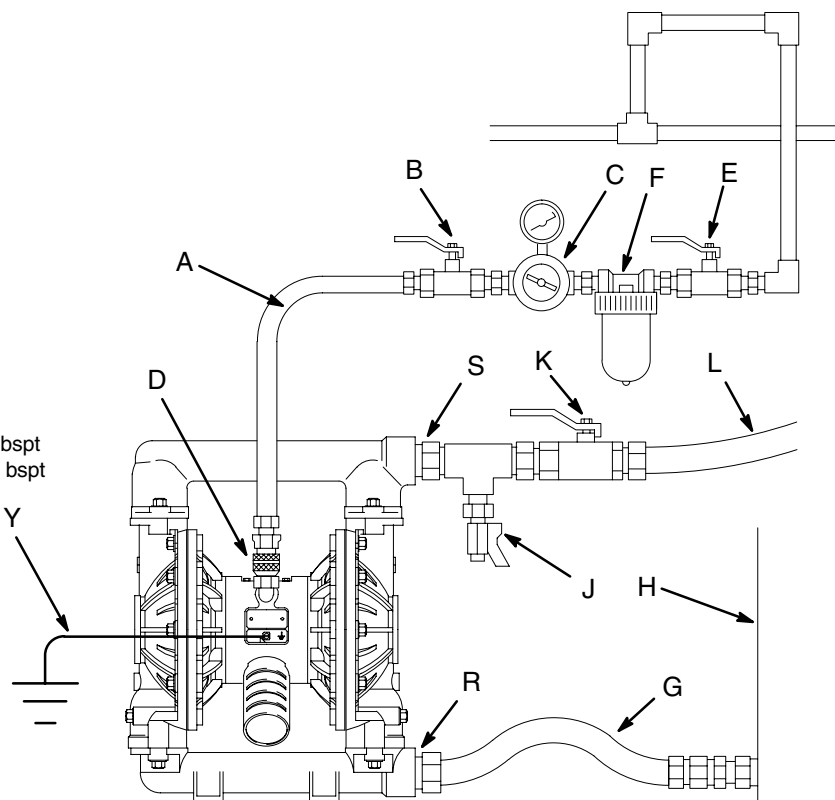
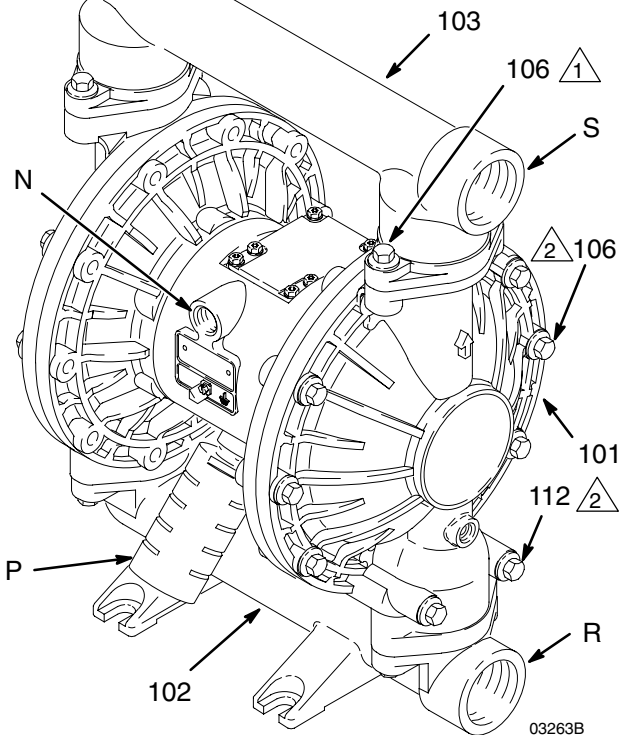

Fig. 2
Fig. 3
1. L'installation type illustrée dans la Fig. 2 est une simple indication pour vous aider à choisir et installer les éléments composant le système. Contactez le service clients de VERDER qui vous aidera à concevoir un système répondant à vos besoins.
4. Soulevez la pompe en tenant fermement le collecteur de sortie (1). Consultez la Fig. 3, page 7.
Une vanne d'air principale de type purge (B) est nécessaire dans votre système afin de libérer l'air emprisonné entre cette vanne et la pompe. Cet air prisonnier peut provoquer le fonctionnement inattendu de la pompe, provoquant ainsi des blessures graves, y compris des projections dans les yeux ou sur la peau, des blessures dues à des pièces en mouvement ou une intoxication due aux produits dangereux. Consultez la Fig. 2.
1. Installez les accessoires de la conduite d'air comme indiqué dans la Fig. 2. Fixez ces accessoires au mur ou sur un support. Assurez-vous que la conduite d'air qui alimente les accessoires est mise à la terre.
- a. Installez un régulateur d'air (C) et un manomètre afin de contrôler la pression du fluide. La pression de sortie du fluide sera identique au paramètre du régulateur d'air.
- b. Localisez une vanne d'air principale de type purge (B) à proximité de la pompe et utilisez-la pour relâcher l'air emprisonné. Consultez l'**avertissement** ci-dessus. Localisez l'autre vanne d'air principale (E) en amont de tous les accessoires de la conduite d'air et utilisez-la pour les isoler pendant les opérations de nettoyage et de réparation.
- c. Le filtre de la conduite d'air (F) élimine les saletés et l'humidité néfastes de l'alimentation en air comprimé.
2. Installez un flexible d'air mis à la terre (A) entre les accessoires et l'entrée d'air en 1/2 npt(f) (N) de la pompe. Consultez la Fig. 3. Utilisez un flexible d'air d'un diamètre intérieur de 13 mm minimum. Vissez un coupleur rapide de conduite d'air (D) sur l'extrémité du flexible d'air (A) puis vissez fermement le raccord d'accouplement dans l'entrée d'air de la pompe. Ne branchez pas le coupleur (D) sur le raccord tant que vous n'êtes pas prêt à faire fonctionner la pompe.
Une vanne de purge de fluide (J) est nécessaire pour relâcher la pression dans le flexible s'il est bouché. La vanne de vidange réduit le risque de blessure sérieuse, y compris par projection dans les yeux ou sur la peau, ou par intoxication par des produits dangereux, lors de la décompression. Installez la vanne à proximité de la sortie de fluide de la pompe. Consultez la Fig. 2.
1. **Utilisez des flexibles pour fluide mis à la terre (L).** La sortie de fluide de la pompe (S) mesure 38,1 mm (1-1/2 po.) bspt. Dans le cas des pompes 810.0195, 810.0196, 810.0197, et 810.0198, la sortie de fluide mesure 38,1 mm (1-1/2 po.) npt. Vissez fermement le raccord de fluide dans la sortie de la pompe.
2. Installez une vanne de vidange de fluide (J) à proximité de la sortie de fluide. Consultez l'**avertissement** ci-dessus.
3. Installez une vanne d'arrêt (K) sur la conduite de sortie de fluide.
Lors de l'expédition de la pompe, les orifices d'entrée (R) et de sortie (S) de fluide sont orientés dans le même sens. Consultez la Fig. 3. Pour modifier l'orientation des orifices d'entrée et/ou de sortie :
1. Retirez les vis (106) maintenant le collecteur d'entrée (102) et/ou de sortie (103) sur les capots (101).
4. Placez l'extrémité du flexible du fluide (L) dans un réservoir approprié.
5. Fermez la vanne de vidange du fluide (J). Consultez la Fig. 2.
6. Fermez le régulateur d'air de la pompe (C). Ouvrez toutes les vannes d'air principales de type purge (B, E).
8. Ouvrez lentement le régulateur d'air (C) jusqu'à ce que la pompe commence un cycle. Laissez la pompe tourner lentement jusqu'à ce que tout l'air soit évacué des conduites et que la pompe soit amorcée.